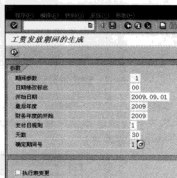

图 6-59 “工资发放期间的生成”界面
STEP 2 在弹出的“工资发放期间的生成”界面中填写好相应的“参数”, 然后单击“”按钮即可, 如图 6-59 所示。